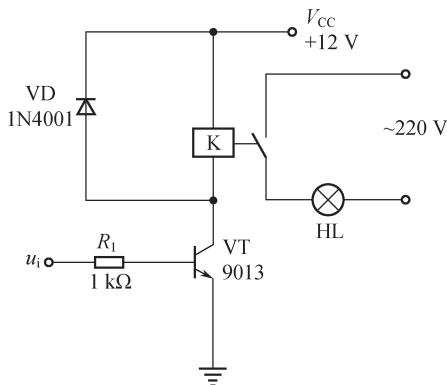

图 1-20 三极管驱动电路
在这些新型的电灯开关(图1-18和图1-19)中使用了三极管驱动电路,其电路原理图如图1-20所示。
- (1) 三极管的直观识别。熟悉表 1-4 中半导体器件的型号命名方法, 对表中的三极管进行直观识别, 包括三极管的型号、极性、材料、用途、符号等内容。
- (2) 利用万用表对三极管的极性进行判别, 对其质量好坏进行检测。
- (3) 分析三极管驱动电路 (图 1-20) 的工作原理。
(4) 选择元器件, 见表 1-4。